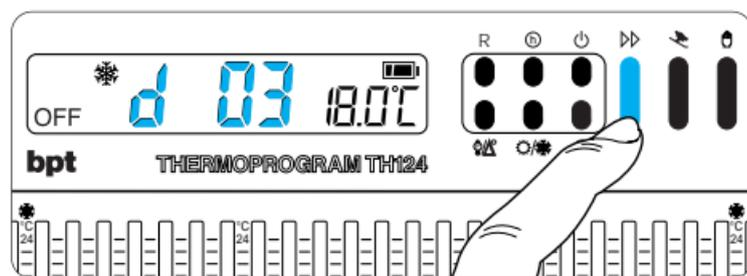

Fig. 44
13.6 - Premere il pulsante ▶▶ (fig. 44) sino a che non si raggiunga il numero di giorni desiderato da 1 a 99.